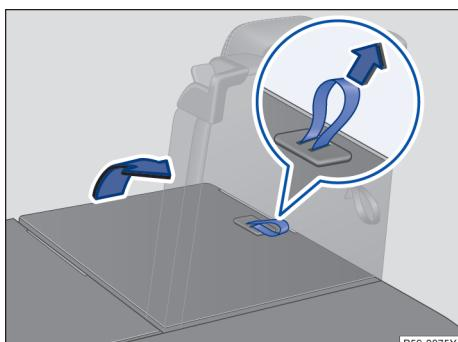

图 81 第三排座椅：翻回后座椅
- 拉起后座椅靠背上→图 81 的锁止拉环，即可翻回后座椅靠背。或：用手从车内翻回后座椅靠背。